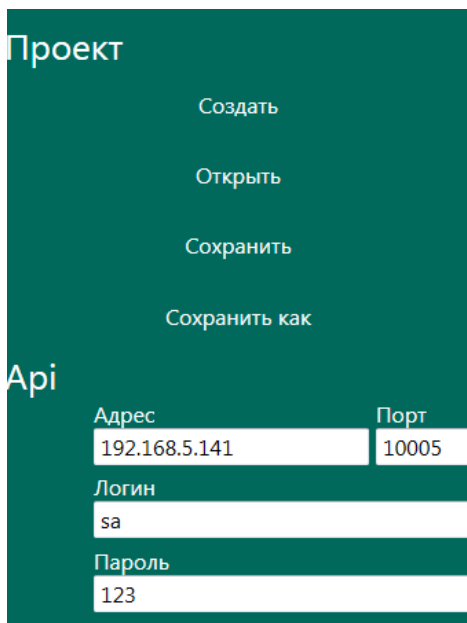

Рисунок 8.3 – Панель управления проектом
– открывает/закрывает панель управления проектом (Рисунок 8.3);